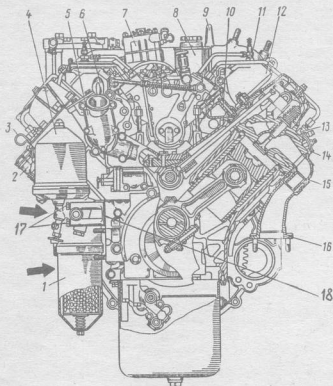

Рис. 2. Поперечный разрез двигателя КАМАЗ-740:
3. Отвернуть болты крепления с шайбами полнопоточного фильтра 1 (Рис. 2) очистки масла, снять фильтр 1 в сборе и прокладку фильтра.